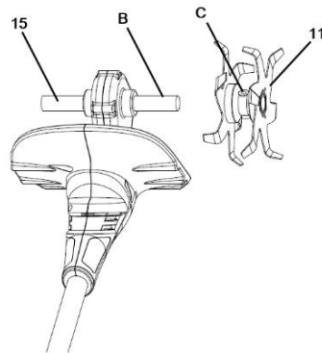

Abb. 2
2. Setzen Sie die Klingenkompone 11 in Richtung des Pfeils in die Drehachse 15 ein und richten Sie die Bohrung B an der Drehachse 15 mit der Bohrung C an der Klingenkompone 11 aus. (Abb. 2)